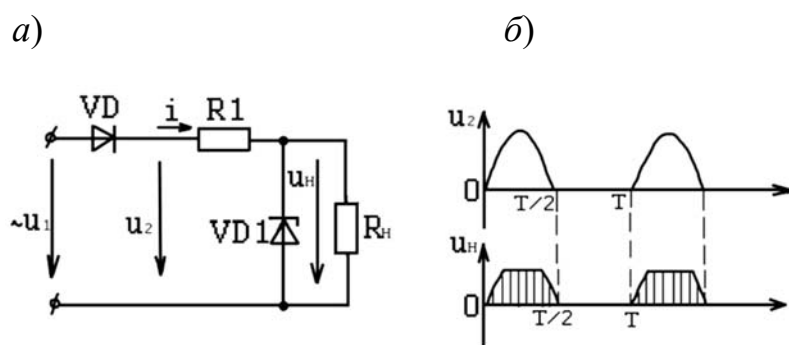

Рисунок 13.4 – Схема ограничения амплитуды (а) и временные диаграммы (б)
13.1.5 Определить экспериментально ток i_{cm} при заданных параметрах элементов схемы ограничения амплитуды (рисунок 13.4).